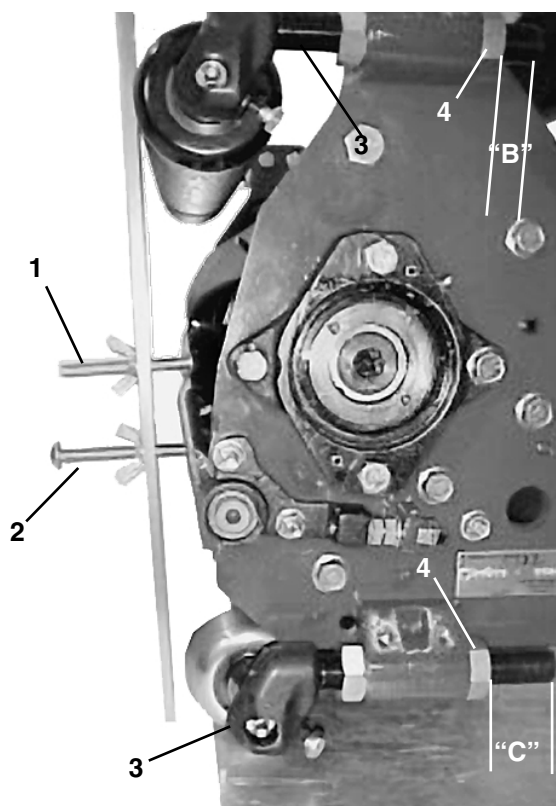

Figure 8
4. Réglez la hauteur "B" de la tige de hauteur de coupe en vous reportant aux dimensions indiquées dans le Tableau 1. Cette valeur correspond à la distance entre la surface supérieure de la tige de hauteur de coupe et l'écrou conique supérieur (Fig. 8).
5. Réglez le support en fonte arrière dans l'emplacement supérieur ou inférieur indiqué dans le Tableau 1. Réglez la tige de hauteur de coupe arrière 3 mm au-dessous de la dimension indiquée dans le Tableau 1, de manière à obtenir un espace entre le rouleau arrière et le calibre (Fig. 8).
et arrière. La tête de la première vis doit s'adapter parfaitement sur le bord de la contre-lame et l'extrémité de la deuxième vis doit toucher la base de la contre-lame (Fig. 8). Si un espace sépare le rouleau avant et le calibre, ou s'il est impossible d'installer le calibre, réglez le rouleau avant jusqu'à ce que 1) la première vis de hauteur de coupe s'adapte parfaitement sur la contre-lame, 2) la deuxième vis touche la contre-lame et 3) le calibre touche le rouleau avant. Vérifiez l'orientation du rouleau avant à chaque extrémité de la contre-lame.